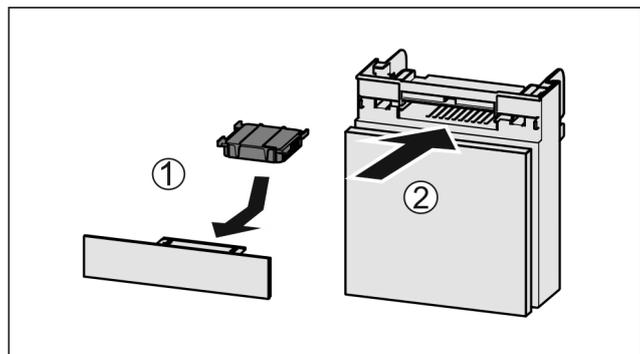

Fig. 143
- ▶ Introduzca el compartimiento Fig. 143 (2).